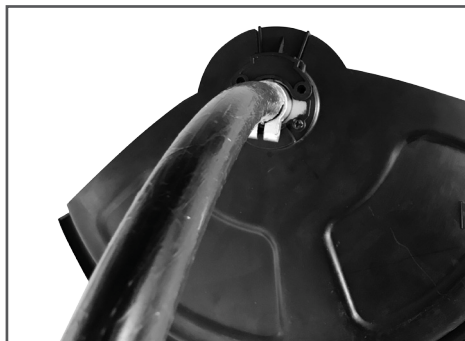

Рис. 4 Установка передней накладки защитного кожуха
2. Установите переднюю накладку защитного кожуха и зафиксируйте ее двумя винтами (Рис. 4).